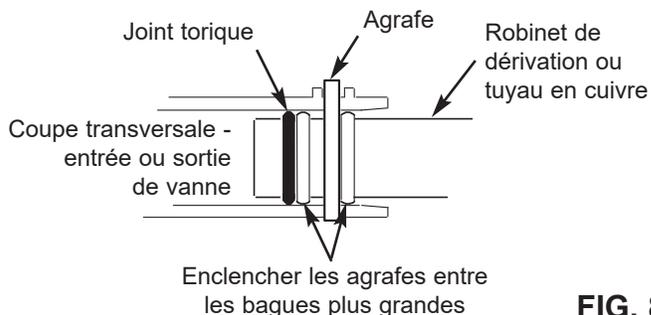

FIG. 8
- Enclenchez les deux grandes agrafes en plastique sur les orifices d'entrée et de sortie, de haut en bas (cf. Figure 8). Vérifiez qu'elles s'enclenchent. Tirez le robinet de dérivation ou les tuyaux en cuivre pour vérifier qu'ils sont bien fixés.